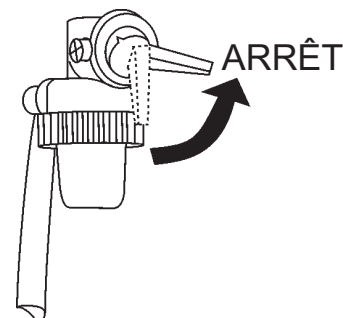

Figure 28. Culbuteur de carburant du moteur (ARRÊT)
5. Placer le culbuteur de carburant du moteur (Figure 28) en position **ARRÊT**.